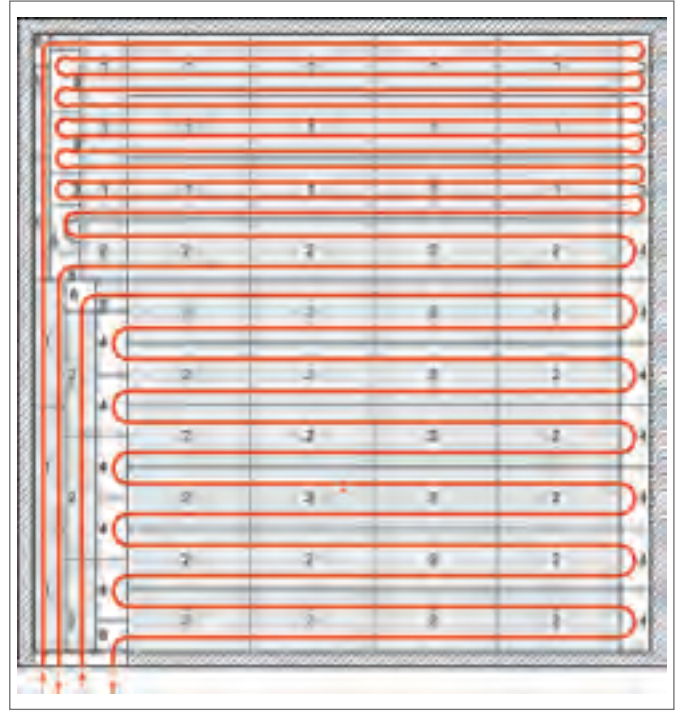

Рис. 3-56 Пример укладки при «сухом» способе монтажа
5. Уложить маты согласно выбранной схеме (см рис. 3-56), избегая пропусков. При необходимости прорезать канавки для трубопроводов в дополнительных элементах при помощи прибора для вырезания канавок.